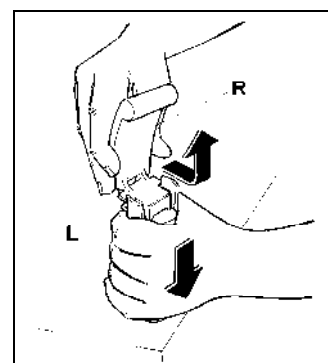

Fig. 17
- Smontare il rubinetto tenendo premuto verso il basso il corpo L sfilando al leva R dalla propria sede (vedi fig.17).